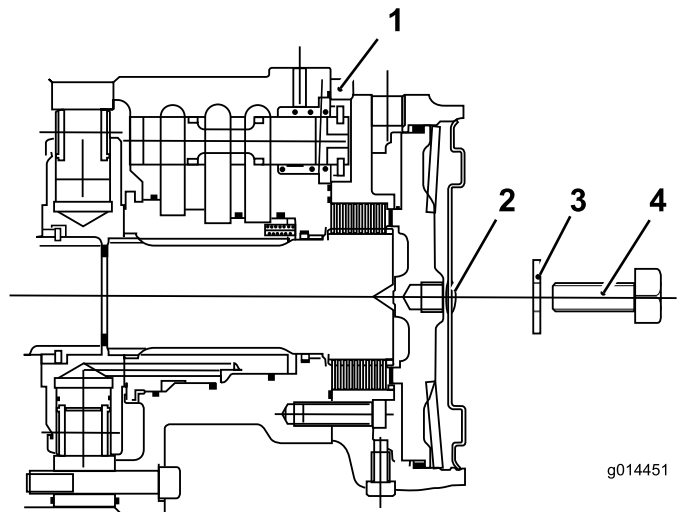

Figure 37
1. Retirez le boulon (12 x 40 mm) et la rondelle (12 mm) du trou au centre de la plaque d'extrémité du moteur (Figure 37).